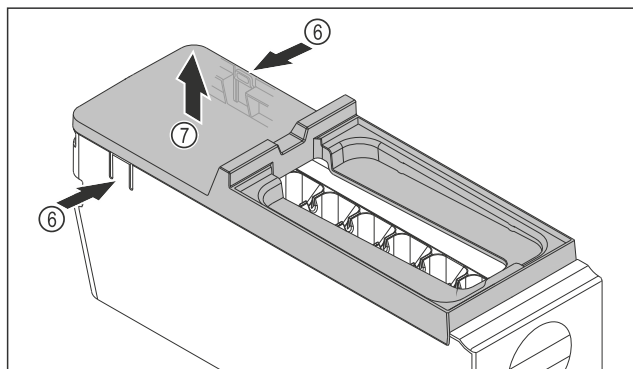

Fig. 137
- Снимите крышку корпуса EasyTwist-Ice: Надавите рукой на накладки Fig. 137 (6) с обеих сторон корпуса EasyTwist-Ice.
- Другой рукой снимите крышку Fig. 137 (7) по направлению вверх.